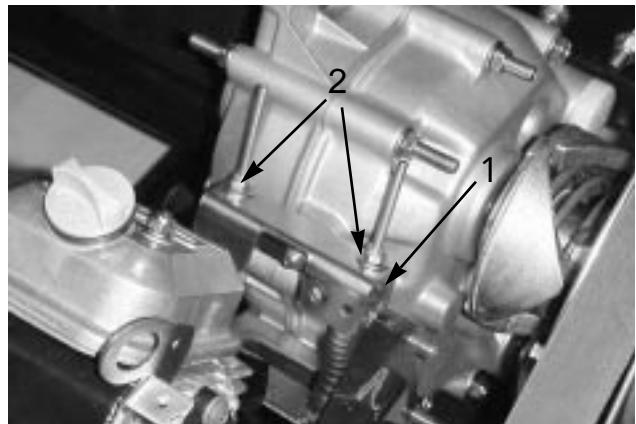

図 26
整備や調整の目的でエンジンを始動する場合には、トランスアクスルをニュートラルにセットしておきます(図26)。シフトレバーには「ニュートラル」位置がありますから、これでニュートラル位置へのセットを行います。以下の手順で、ニュートラル・シフト・レバーがトランスアクスルを正しくニュートラルにセットしていることを確認してください。
2. トランスアクスルのニュートラル・ブラケットを「ニュートラル」位置(横向き)とし、駆動クラッチを手で回して車両が前進または後退するかを見る(図26)。
3. ロックナット(図26)のうちの1個を、シフトケーブルのたるみをなくす程度にごくわずかだけ締め付ける。